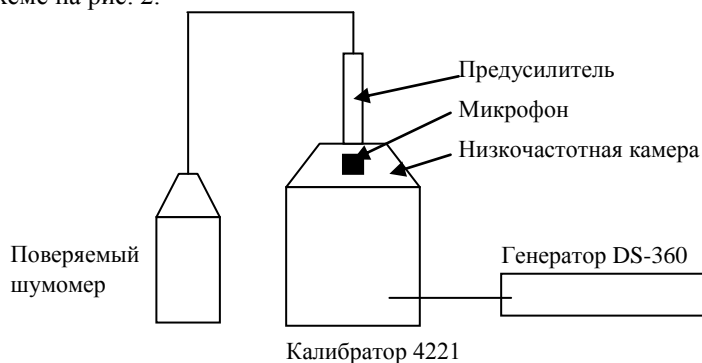

Рис. 2
7.14. Определение частотной характеристики шумомера в режиме "ИНФРАЗВУК" в низкочастотной камере. Измерения проводят по схеме на рис. 2.